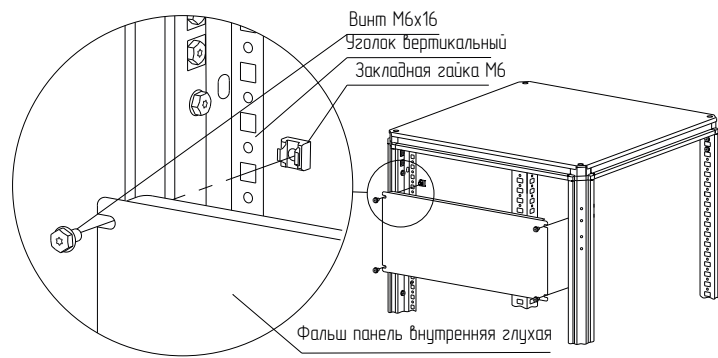

Рисунок 21
– вариант 2. Набором «закладная гайка М6 – винт М6×16 – шайба 6.4». Для этого предварительно установите закладные гайки в квадратные отверстия уголков вертикальных и закрепите внутреннюю глухую фальш-панель винтами М6×16 с шайбами 6.4 (рисунок 21). Момент затяжки – 7 Н·м. Набор крепежа приобретается отдельно.